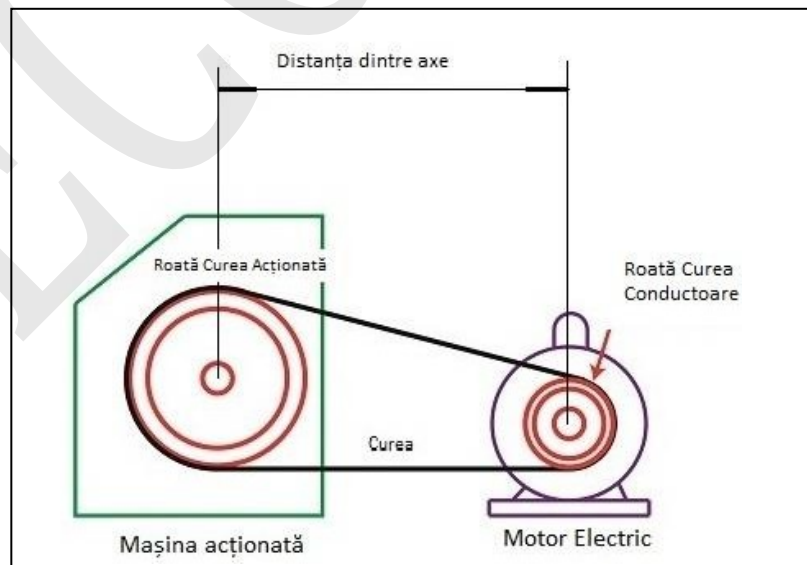

Fig. 1 Transmisie prin curea
9. Distanța dintre axe (vezi fig. 1) \_\_\_\_\_ mm